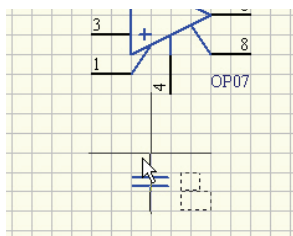
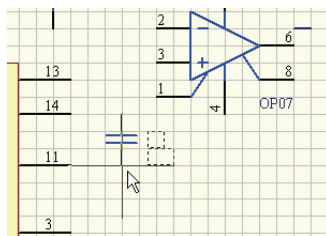

图 2-44 移动元器件时的选中状态
图 2-45 元器件的移动状态
1) 首先选中目标。在所需要选中的对象(电容 C1)处单击,选中状态如图 2-44 所示,然后按住鼠标左键,在所选中的对象上出现十字光标,并在元器件周围出现虚框,表示已选中目标物,并可以移动该对象,移动状态如图 2-45 所示。